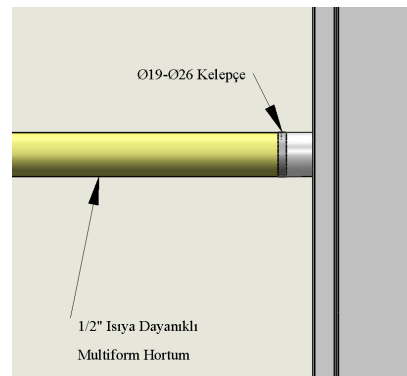

рис.10
- Сантехническое соединение ферментационной камеры (рис. 10) должно быть подходящим